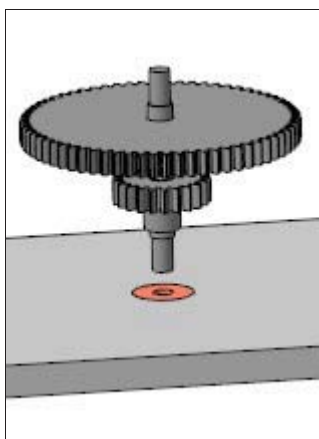

Рис. 25.27. Установка Сборки 3
- ◆ вызовите команду **Повернуть компонент** и разверните Сборку 1 осью вниз, как на рис. 25.27. Если необходимо, сдвиньте компонент с помощью команды **Переместить компонент**;